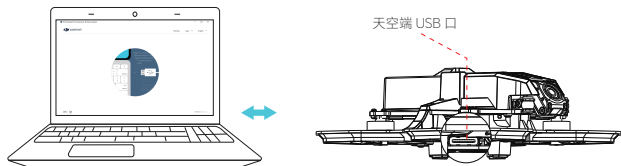

图 1-1
1.1 天空端及飞行眼镜激活：Defender 20 Lite 飞行器连接电池，通过 USB-C 接口 [图 1-1] 连接对应设备至电脑并运行 DJI Assistant 2 (消费机系列) 调参软件 *3 进行激活与固件升级，详情请参考 DJI-O4-Air-Unit- 用户手册。